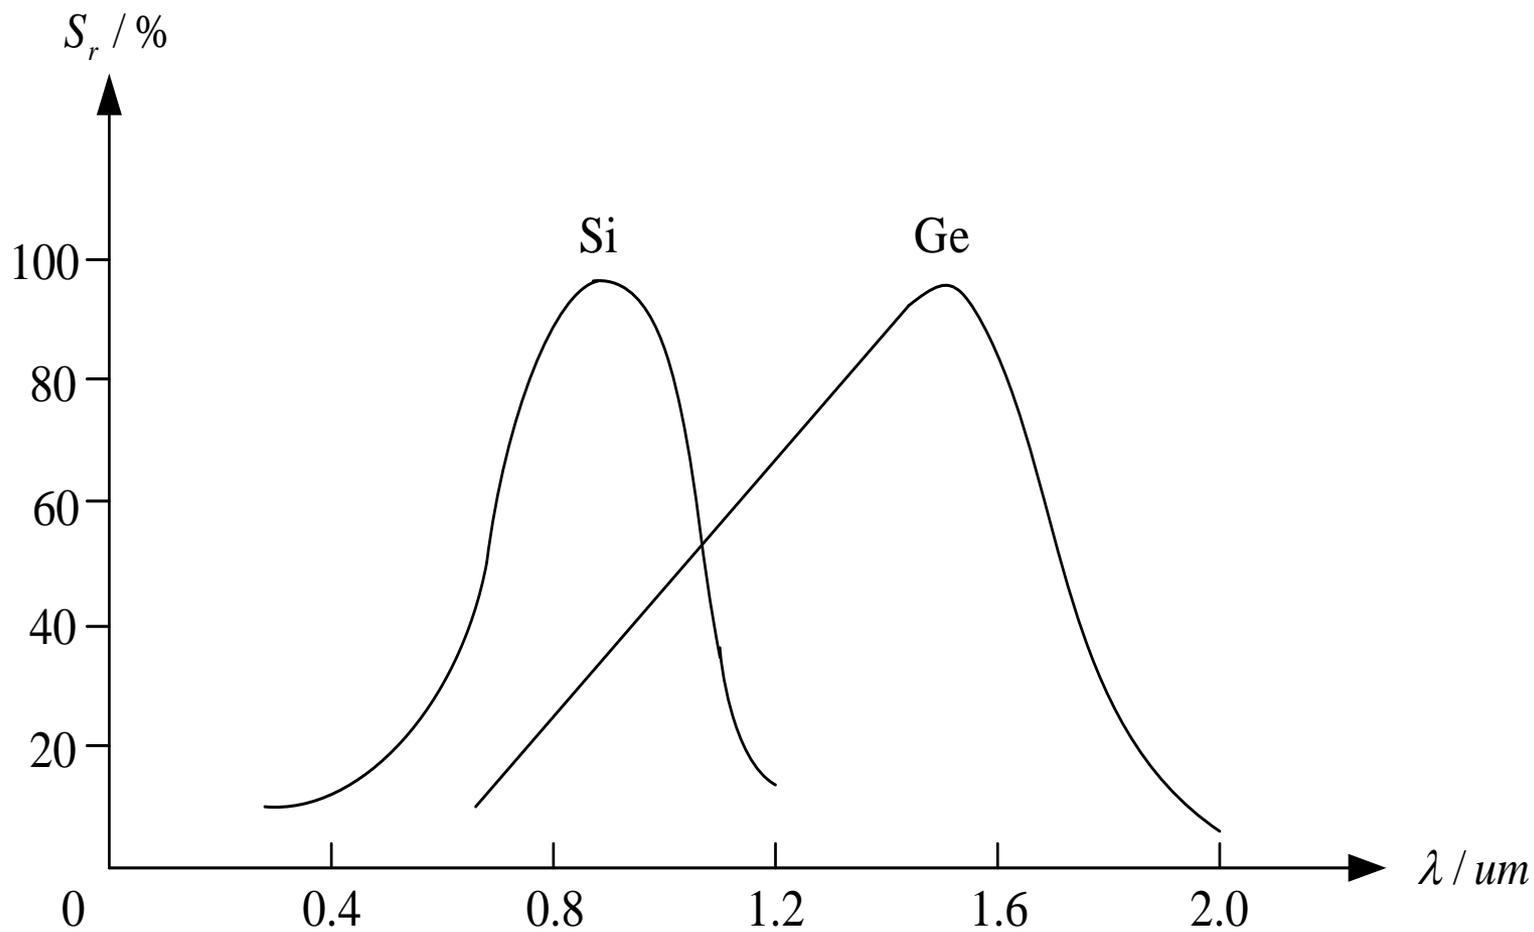

图7-15 光敏二极管的光谱特性
- 光敏二极管由于制成的材料不同，可分为硅光敏和锗光敏二极管。图7-15所示为硅和锗两种不同材料光敏二极管的光谱特性，由曲线可知，硅的峰值波长约为 $0.9\mu m$ ，锗的峰值波长约为 $1.5\mu m$ 。在峰值波长处，光敏二极管的灵敏度最高，当入射光波长增大或减小时，相对灵敏度成急剧下降的趋势。另外，锗管的敏感范围比硅管大，由于锗管的温度性能较差，因而测可见光时主要采用硅管，探测红外光时主要采用锗管。
光敏三极管与光敏二极管具有相同的光谱特性，请参见图7-15所示光敏二极管的光谱特性。